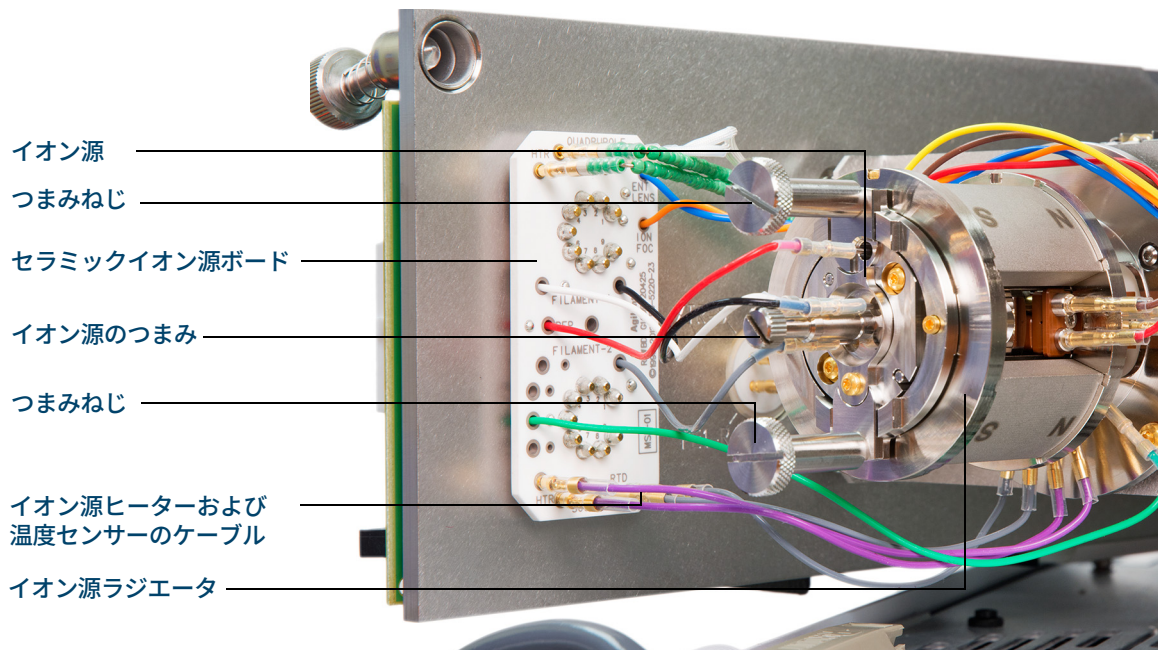

図 49 HES MSD のアナライザ
- 3 イオン源を所定の位置に固定する 2 つの大きなつまみネジを外します。(157 ページの図 49 を参照してください)。
- 4 EI HES から出ているケーブルを外します。(157 ページの図 49 を参照してください)。ケーブルを必要以上に曲げないでください。(158 ページの「**EI HES への配線を接続する / 外す**」を参照してください)。